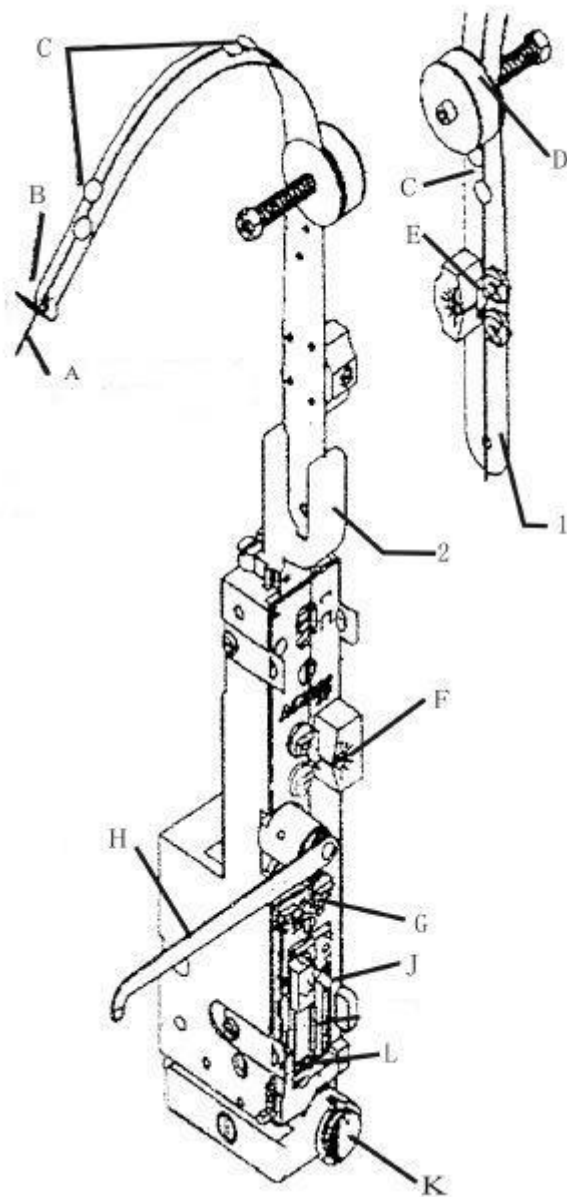

Рис. 1
Проволока с катушки (Рис. 1 - А) вставляется в щелевое отверстие (В) направляющей подачи проволоки (1), затем по ее поверхности проходит через:
- Узел выравнивания (D),
- Сквозное отверстие U-образного профиля (2),
- Между роликом давления (G) и подпружиненной пластиной (припускается вниз вручную),
- В зажимном устройстве толкателя (J) (левая часть отклоняется за основание штока),
- И вставится в сквозное отверстие (L)
1. Требуется отключить машину от электропитания и ослабить винт «А» (Рис. 1);